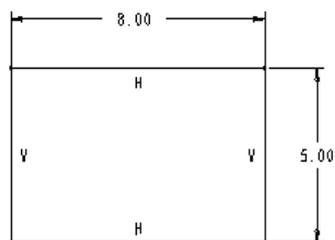

图2-6 绘制的矩形
(1) 在草绘命令工具栏中，单击绘制矩形按钮 。
(2) 在绘图区域任意一点单击鼠标左键，作为矩形的一个角端点。
(3) 移动鼠标产生一动态矩形，将矩形拖动到适当大小然后单击鼠标左键，完成矩形的绘制，系统自动标注与矩形相关的尺寸和约束条件。
(4) 单击鼠标中键，结束绘制矩形命令。图2-6所示为绘制的矩形。